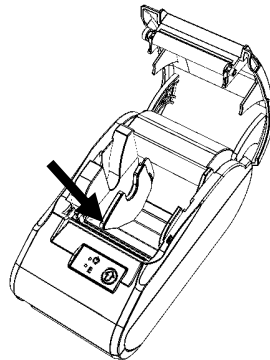

Рисунок 7. Направление приложения усилий при установке ограничителя
2. Установить ось **6** в рулон ЧЛ **2** (рисунок 7).